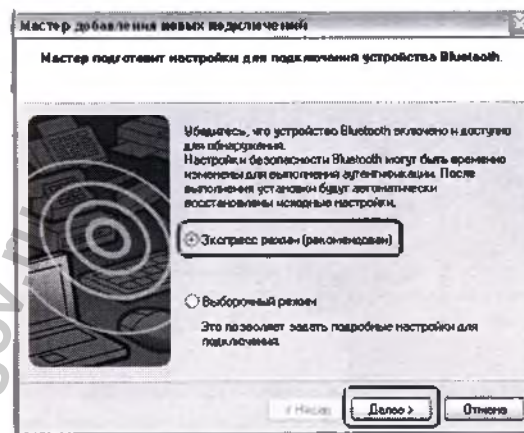

Рис. 11
- Выберите «Экспресс-режим (рекомендован)» для поиска клавиатуры и нажмите кнопку «Далее» (рис. 11). Подождите несколько секунд, пока будет выполняться поиск.